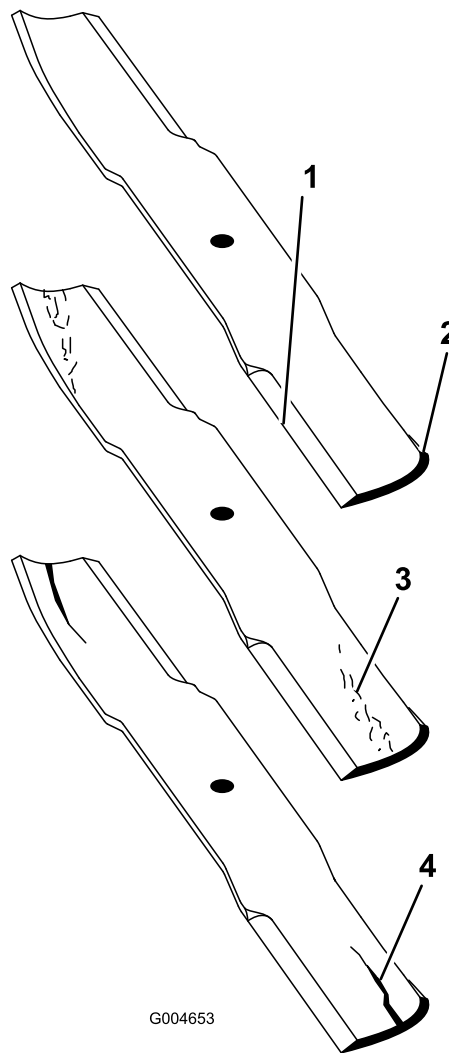

Рисунок 111
2. Осторожно проверьте режущие кромки ножей, особенно в точке соединения плоской и изогнутой частей ножа (Рисунок 111).
**Примечание:** Так как песок и абразивные материалы могут вызвать износ металла, соединяющего плоскую и изогнутую части ножа, проверьте нож перед использованием газонокосилки. При обнаружении износа (Рисунок 111) замените нож.